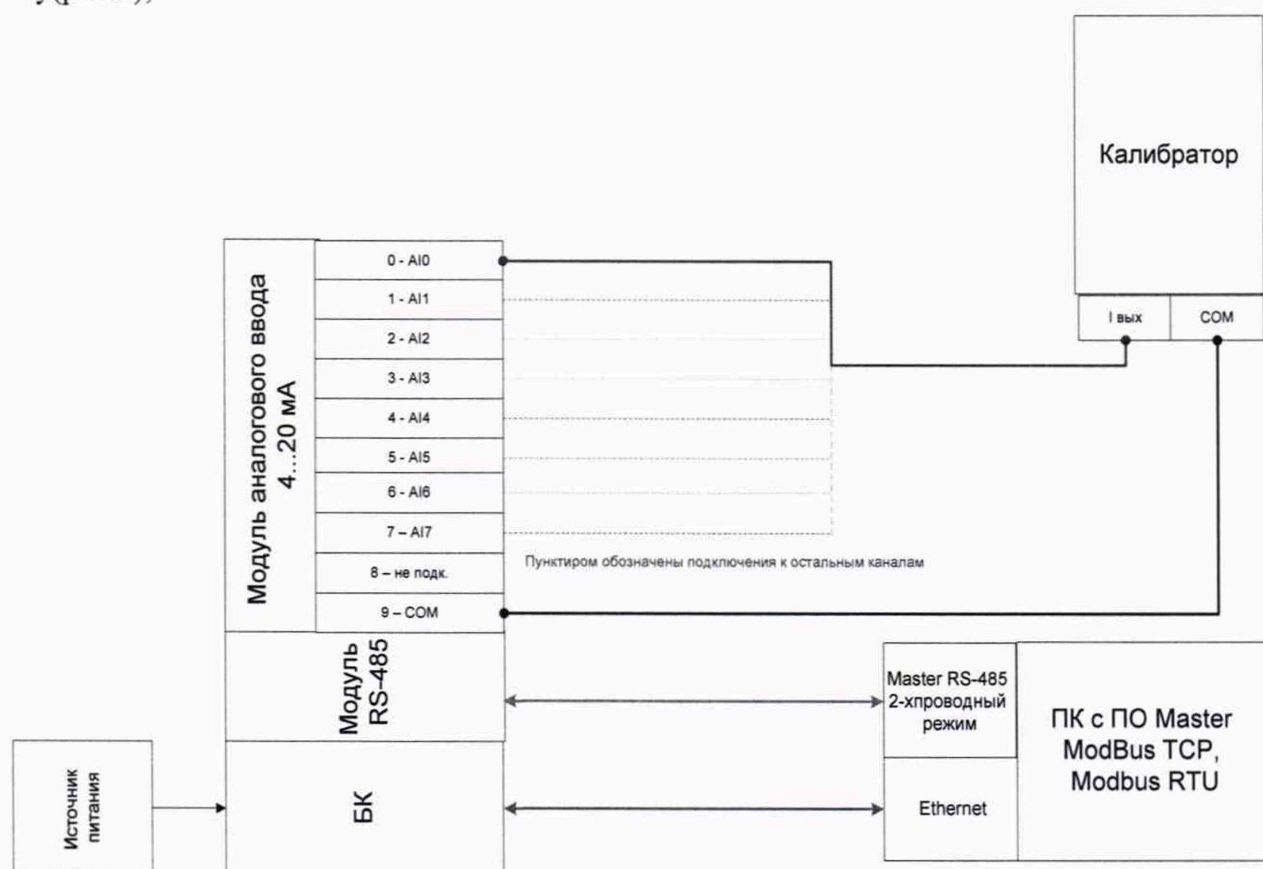

Рисунок 2 - Схема подключения калибратора к модулю аналогового ввода со входом 4...20 мА по току
- для канала со входом 4...20 мА к модулю аналогового ввода со входом по току(рис.2);